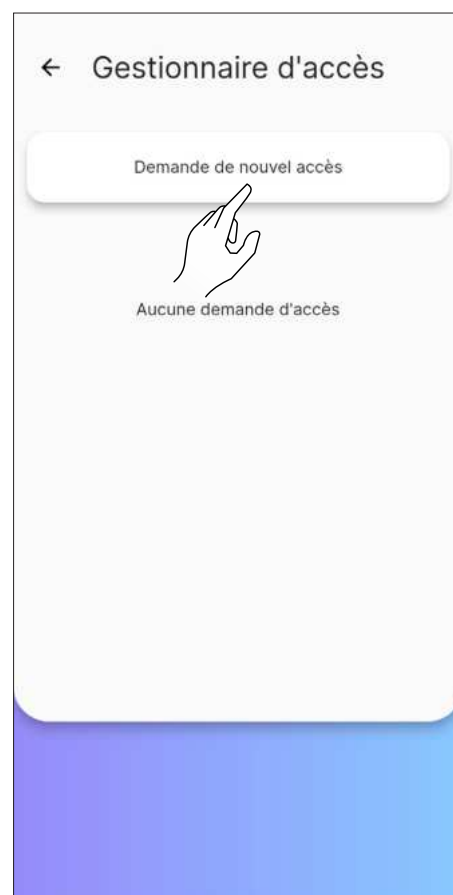

Fig. 8.28
- sur la page-écran « Gestion des accès » cliquer sur le bouton « Demande de nouvel accès » (Fig. 8.28)